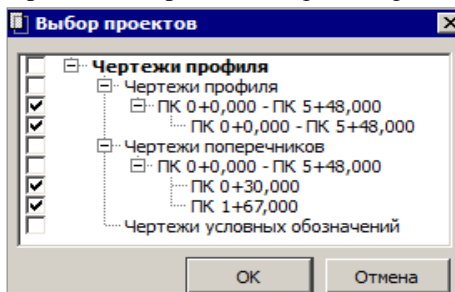

Рис. 30.4
- В диалоге **Выбор проектов** укажите необходимые проекты чертежей профиля и нажмите кнопку **ОК** (рис. 30.4).